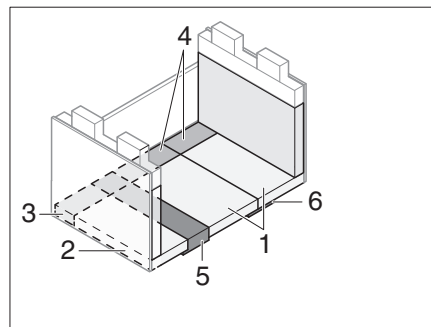

Fig. 211 Dopo la trasformazione
- Applicare i cuscini del divano, dello schienale e aggiuntivi come illustrato in Fig. 211.
- ▷ Per ottenere un maggior comfort in posizione distesa, si può rimuovere lo spessore dal cuscino dello schienale (Fig. 211,2).